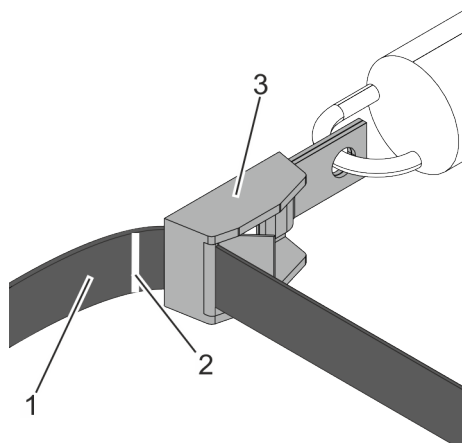

Abb. 31: Gegenzugband sichern
- 11.** Klemmschloss bis zur weißen Spannmarkierung (Abb. 31/2) auf dem Gegenzugband spannen & „Federvorspannung“ auf Seite 37.
Um das Gegenzugband (Abb. 31/1) zu sichern, kann nach dem Klemmschloss (Abb. 31/3) ein Knoten angebracht werden.